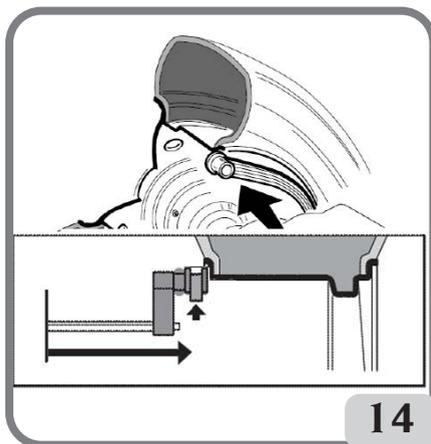

Fig.14: Acquisizione manuale della distanza della ruota nel Tipo di Programma ALU 2P
- portare l'estremità del braccio automatico di rilevamento in corrispondenza del piano scelto per l'applicazione del peso interno. In Alu 1P si assuma come riferimento della mezzeria del peso, il centro dell'incavo della manina (fig. 15). In Alu 2P si faccia riferimento al bordo del cerchio, dal momento che il peso interno è di tipo a molla (fig. 14).
- Portare l'estremità del braccio di rilevamento in corrispondenza del piano scelto per l'applicazione del peso interno (fig. 15 per ALU 1P e fig. 14 per ALU 2P). In Alu 1 P si assuma come riferimento della mezzeria del peso, il centro dell'incavo della manina. In Alu 2 P si faccia riferimento al bordo del cerchio, dal momento che il peso interno è di tipo tradizionale, a molla.